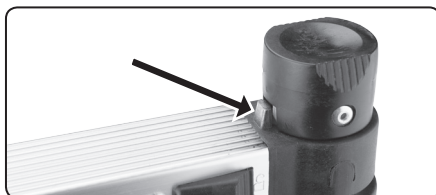

Abb. 4
3. Stellen Sie sicher, dass die Endteile der Leiterrohre gemäß Abb. 4 durch eine Kerbe am Vorsprung angeordnet sind.